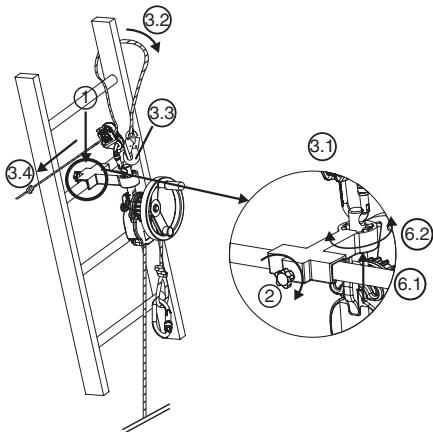

Fig. 7
6.3.3. Derope™-toestel UP K (Fig. 7)
- Plaats de kleine steunconsole op het sport van de ladder in de vereiste positie om de reddingsoperatie uit te voeren, boven de te evacueren persoon (Fig. 7, 1).
- Zet de blokkeerpen van de geleiding vast aan de hand van de klemknop die zich aan de achterkant van de console bevindt (Fig. 7, 2).
- Bevestig de connector van de afstelinrichting LCM 05 in het bovenste gat van de verankering (Fig. 7, 3.1).
- Breng de leiriem rond het sport van de ladder boven de console door één van de steigers van de ladder te omleiden (Fig. 7, 3.2).
- Koppel de connector van de leiriem aan op de connector van de afstelinrichting LCM 05 (Fig. 7, 3.3).
- Span de leiriem op door aan het vrije uiteinde te trekken (Fig. 7, 3.4).
- Richt het Derope™-toestel naargelang de behoeften en wijzig de positie van de verankerpen in de indexkeerpen (Fig. 7, 6.1 – 6.2).